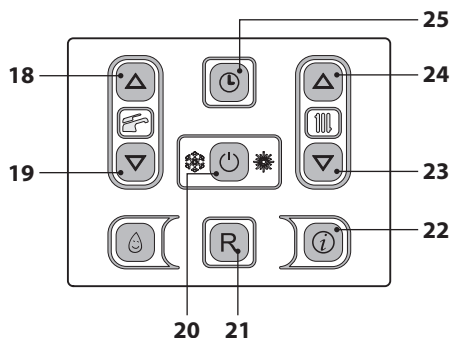

Figura 6.7
- Tenere premuto per 2 secondi il tasto 20 fino a far apparire sul display entrambe i simboli  e  (Figura 6.7).
- Spegner la caldaia tenendo premuto per 2 secondi il tasto 20 (Figura 6.7) fino a far apparire sul display LCD il simbolo  (Figura 6.6).